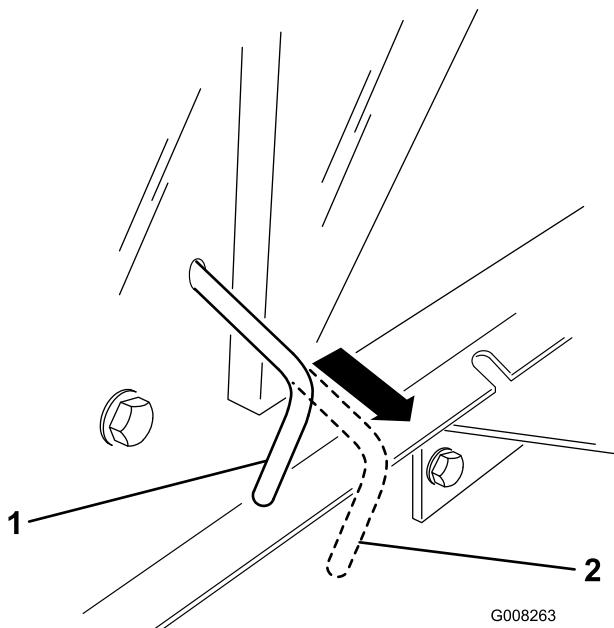

Bild 15
**Hinweis:** Dadurch wird der Antrieb ausgekuppelt, und die Räder befinden sich im Freilauf (Bild 15).
2. Stellen Sie den Antriebshebel in die Betriebsstellung (Bild 15), um das Antriebssystem einzukuppeln.